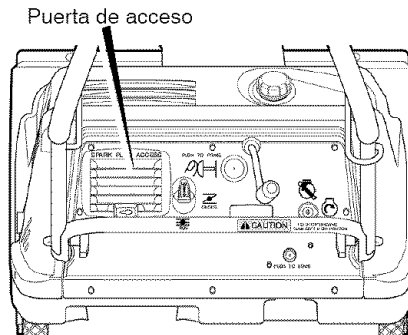

Figura 18
1. Abra la **puerta de acceso** en el panel de control (Figura 18).